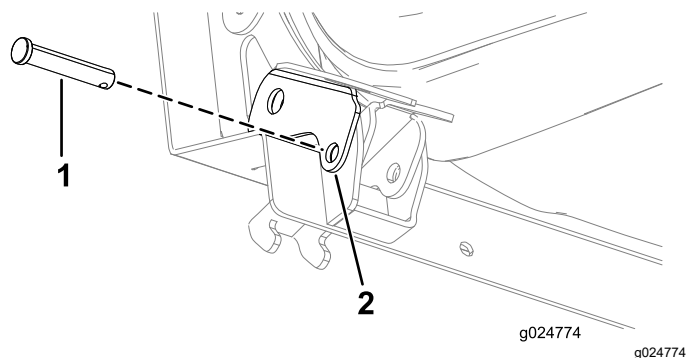

Figura 23
6. Mova parcialmente o passador de forquilha para dentro através do furo no trinco do banco (Figura 23).